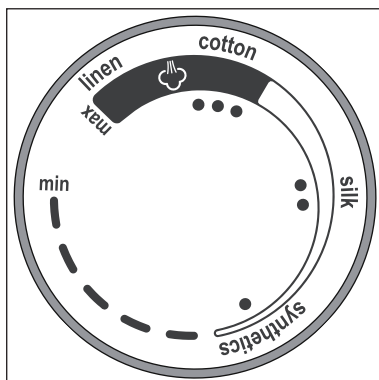

Fig. 5
Setați întotdeauna regulatorul de temperatură ③ pe cea mai mică treaptă **min**, înainte de a porni aparatul. Simbolurile de pe regulatorul de temperatură ③ corespund următoarelor setări (a se vedea și fig. 5):